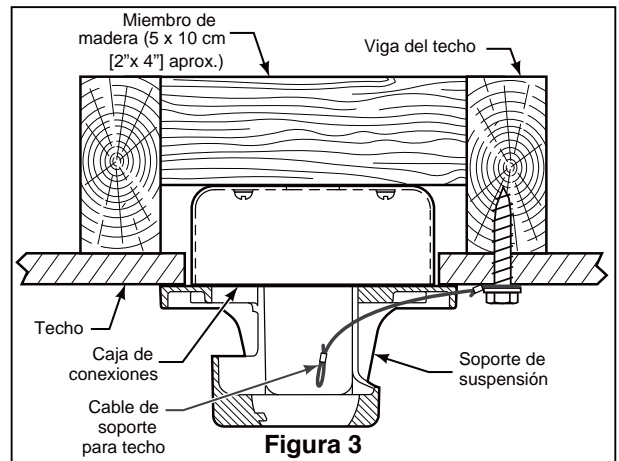

Figura 3
### Uso del soporte (Figura 3)
3. Afloje los dos tornillos de fijación del soporte del barral. Introduzca los cables de color negro, blanco, azul, naranja cable y cable de seguridad a través de la varilla. (Figura 3)
1. Perfore un orificio de 1/4" en la estructura del edificio para evitar grietas con la instalación del tornillo de intervalo. Utilice el tornillo de intervalo de 3/8"x 2" y la arandela plana para fijar el cable de seguridad a la viga del techo o a la estructura de madera. Dicho tornillo pasará a través de arandela plana, la presilla del cable de seguridad y se fijará en la estructura del edificio. (Figura 3)
**NOTA:** el cable de soporte para techo no se puede asegurar solamente a la caja de conexiones; se debe asegurar directamente a la viga de techo o miembro estructural con el tornillo de cabeza cuadrada de 3/8"x2" y la arandela plana. (Figura 3)
2. Conecte los conductores verdes de la abrazadera para colgar y la varilla al conductor desnudo (a tierra) con el conector de cables. Conecte el conductor negro de la unidad receptora marcado "AC IN L" al conductor negro de alimentación con el conector de cables. Conecte el conductor blanco de la unidad receptora marcado "AC IN N" al conductor blanco de alimentación con el conector de cables. Conecte el conductor blanco de la unidad receptora marcado "TO MOTOR N" al conductor blanco del ventilador con el conector de cables incluido con la unidad receptora. Conecte el conductor negro de la unidad receptora marcado "TO MOTOR L" al conductor negro del ventilador con el conector de cables que se adjunta con la unidad receptora. Conecte el conductor azul de la unidad receptora al conductor azul de la luces inferiores con el conector de cables que se adjunta con la unidad receptora. Conecte el conductor naranja de la unidad receptora al conductor naranja de la luces superior con el conector de cables que se adjunta con la unidad receptora. (Figura 3)
- 3.** Extraiga os tres tornillos del ensamble de la placa de iluminación y guarde los tornillos para posteriores. (Figura 3)